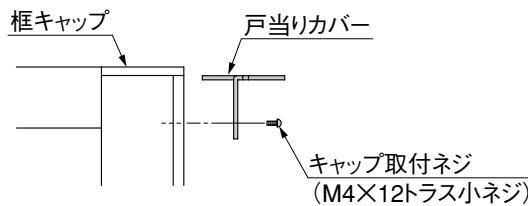

図4-2
- 戸当りカバーには上下がありますので、取付けには注意してください。(図4-2参照)